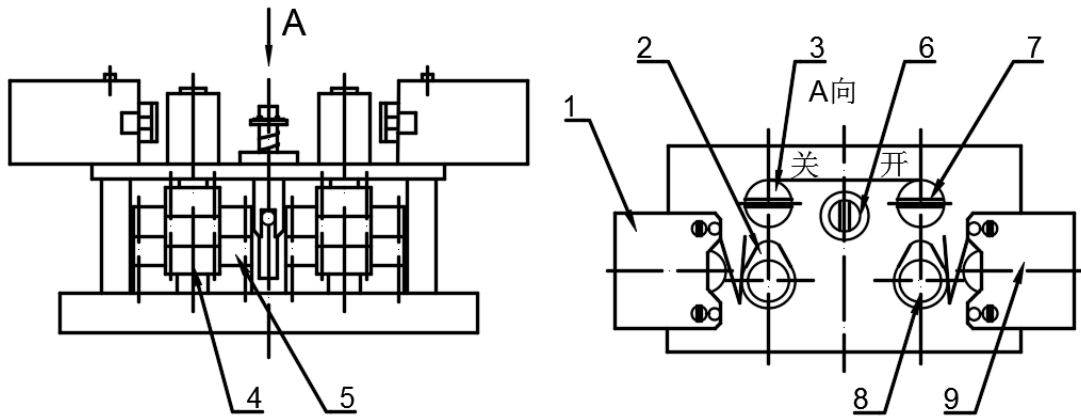

图 3
5. 行程控制器：采用十进制计数器原理，控制精度高。为全系列通用部件，其结构见图 3。其工作原理为：由减速箱内的一对大小伞齿轮，带动主动小齿轮（ $Z=8$ ），再带动行程控制器工作。如果行程控制器按阀门开、关的位置已调整好，当控制器随输出轴转动到预先调整好的位置（圈数）时，则凸轮将转动 90 度，迫使微动开关动作，切断电机电源，使电机停转，从而实现了对电机执行机构行程（转圈数）的控制。